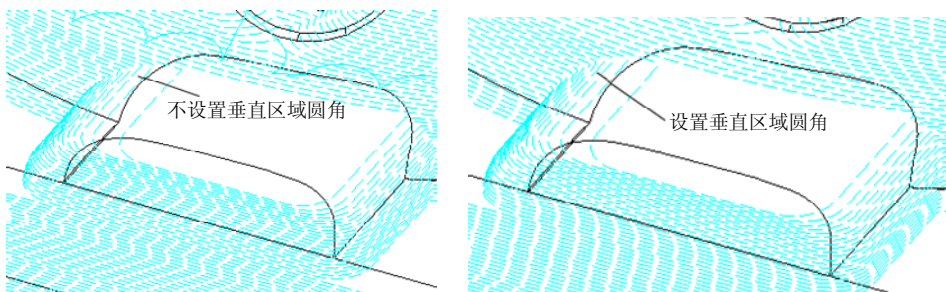

图 2-114 垂直区域圆角
- **【垂直区域圆角】:** 在垂直区域增加圆角，主要体现在内圆角部位，如图 2-114 所示。圆角尺寸由“垂直区域首选圆角”参数指定。